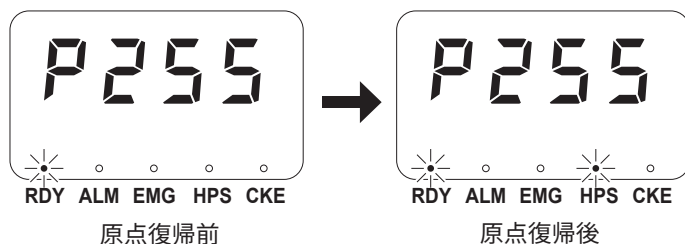

図 7-2
①「接続」をクリックして、テーブルトップ型ロボット (IAI 社製 TTA-A4 シリーズ) と接続します。
②「原点復帰」をクリックします。原点復帰が完了するとテーブルトップ型ロボット (IAI 社製 TTA-A4 シリーズ) のパネルウィンドウの表示は図 7-2 のように変わります。